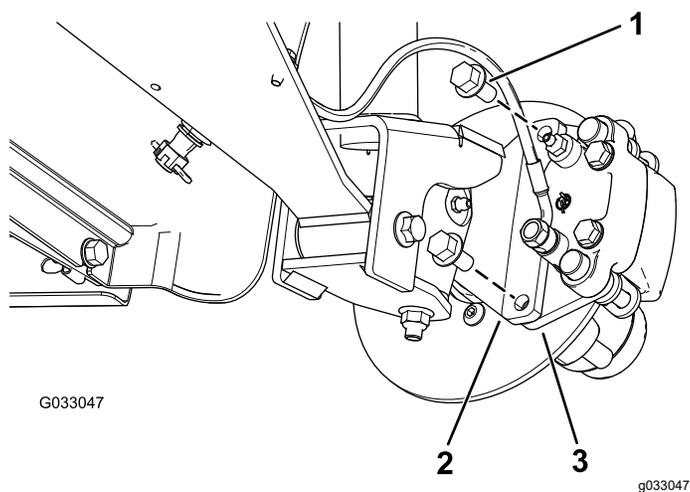
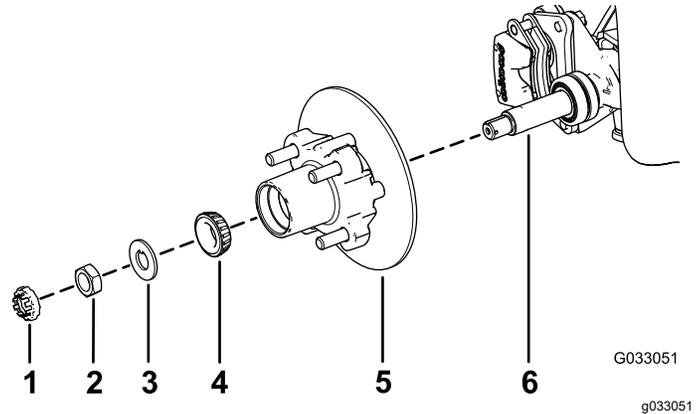

Figure 27
Figure 31
3. Retirez les boulons à embase ( $\frac{3}{8}$ " x  $\frac{3}{4}$ ") qui fixent le support du frein à la fusée et séparez le frein de la fusée (Figure 27).
1. Appliquez une fine couche de la graisse spécifiée sur la fusée (Figure 31).
2. Montez le moyeu et le rotor sur la fusée en plaçant le rotor à l'intérieur (Figure 31).
3. Montez le roulement extérieur sur la fusée et poussez le roulement contre la bague (Figure 31).
4. Montez la rondelle-frein à languette sur la fusée (Figure 31).
5. Vissez l'écrou de fusée sur la fusée et serrez l'écrou à 15 N·m tout en tournant le moyeu pour bien asseoir le roulement (Figure 31).
2. Alignez les plaquettes de frein de chaque côté du rotor (Figure 27) et alignez également les trous dans le support d'étrier et ceux de la fixation du frein sur le porte-fusée (Figure 31).
3. Fixez le support d'étrier au porte-fusée (Figure 27) à l'aide de 2 boulons à embase ( $\frac{3}{8}$ " x  $\frac{3}{4}$ " ).